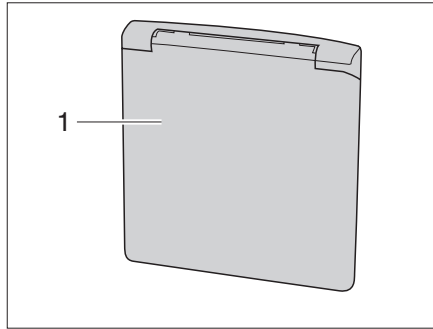

Bild 13 Klappe für 230-V-Anschluss
- ▶ Außenklappe (Bild 13,1) unten greifen und nach oben schwenken.